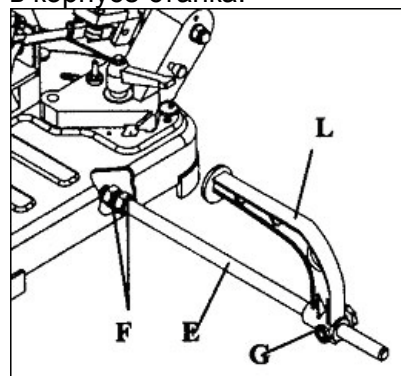

Рис.2
Закрепите штангу упора (E, рис.2) с помощью 2-х гаек (F) в корпусе станка.